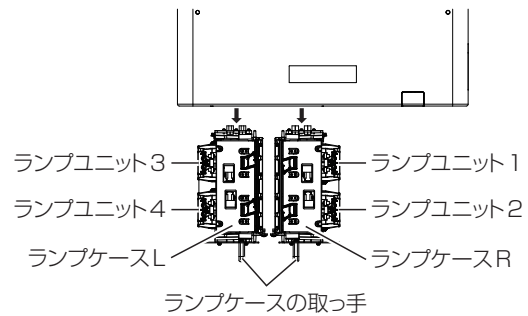

図 3
- ii) 交換する側のランプケースの取っ手を持って後面方向に引き出します。（図 3）